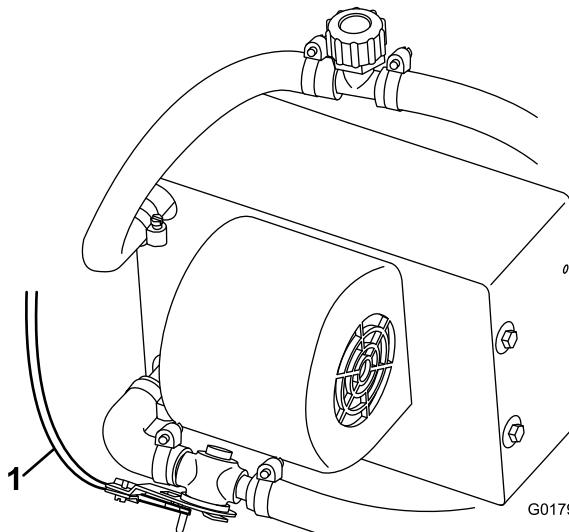

Figura 6
- Enrute y conecte el cable de control del calentador a la válvula del calentador (Figura 6).